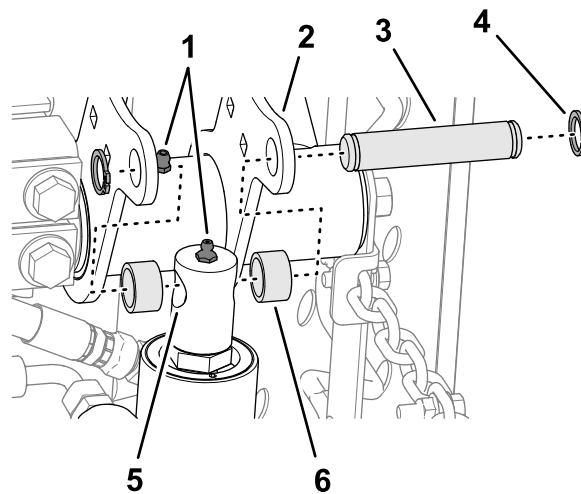

Рисунок 15
4. Медленно переместите шток гидроцилиндра подъема так, чтобы он совместился с отверстиями во фланцах правого подъемного рычага (Рисунок 15).
5. Установите шток на фланцы с помощью монтажного штифта, 2 проставок и 2 стопорных колец (Рисунок 15).
6. Заправьте консистентной смазкой № 2 на литевой основе масленки на подъемном рычаге и гидроцилиндре (Рисунок 15).